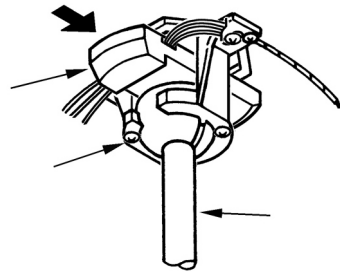

Fig.13
Paso 1. Instale el receptor en la abrazadera de montaje, el lado plano debe quedar hacia arriba. (Fig.13)